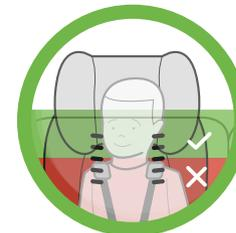

Figura 73
- **Viendo hacia adelante:** Las correas del arnés de los hombros deben pasar por las ranuras correspondientes y quedar a la altura o por encima de los hombros del niño y cerca de ellos, como se muestra en la **Figura 73**. Véase la sección "Ajuste de la ranura del arnés de los hombros" para ver cómo se realiza esa tarea.